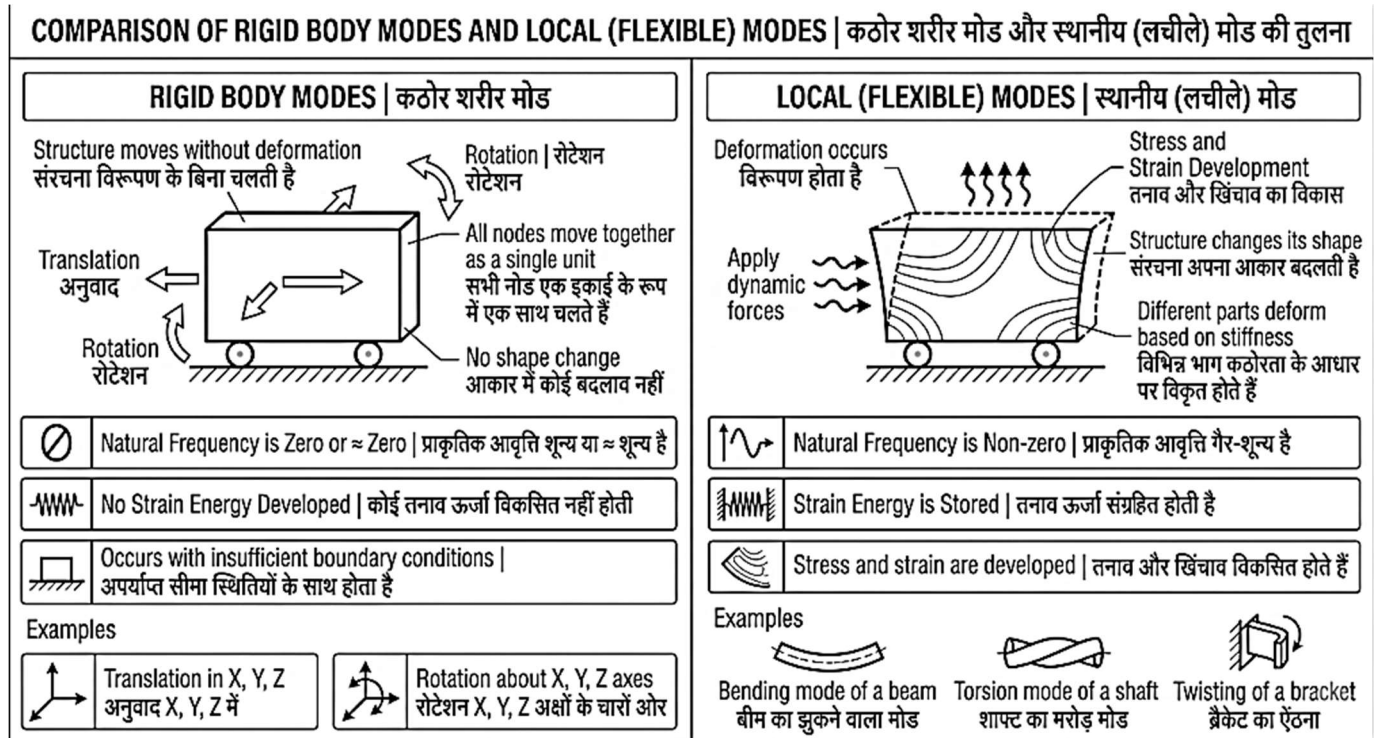

Fig. 2.3: Comparison of Rigid Body Modes and Local Flexible Modes | कठोर शरीर मोड और स्थानीय लचीले मोड की तुलना
2.3.1 Rigid Body Modes (Fig. 2.3)
2.3.1 कठोर पिंड मोड (Fig. 2.3)